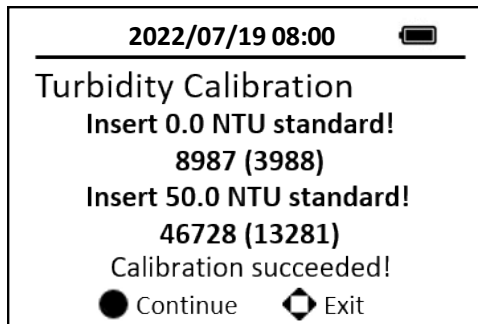

Figura 7 Calibración de turbidez de rango bajo
9. Pulse la tecla **Continue** para continuar con la calibración de turbidez de alto rango. Si no se requiere la calibración de turbidez de alto rango, pulse cualquier tecla para salir. (Figura 7)